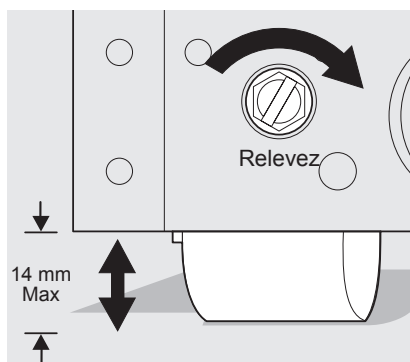

Figure 2
- 2 Utilisez un tournevis à lame plate ou une clé à douille de $\frac{3}{8}$ po pour lever ou abaisser les roulettes avant (Figure 2). Ne pas soulever le cabinet plus de 9/16 pouce.